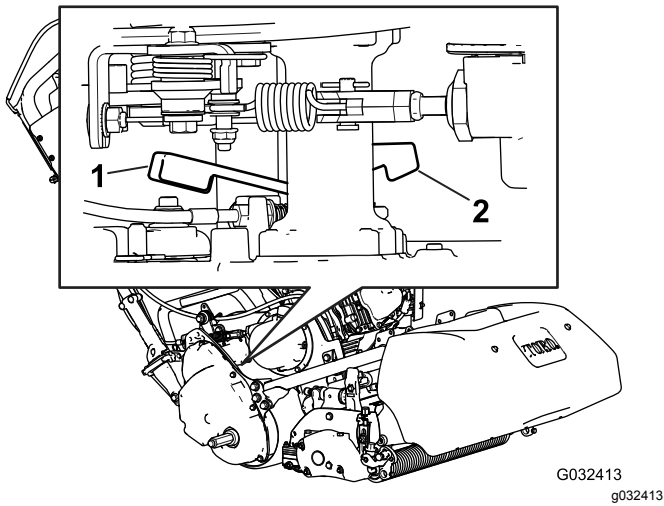

Bild 30
1. Ermitteln Sie hinten rechts an der Maschine neben der Antriebsgehäusetrommel den Hebel für das Ein- bzw. Auskuppeln des Fahrantriebs (Bild 30).